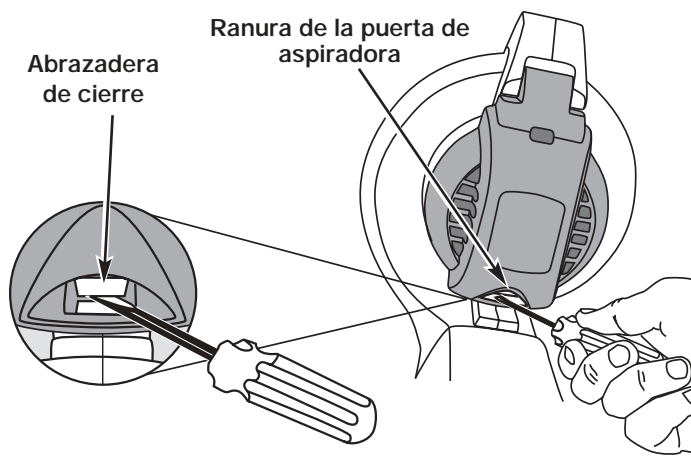

Fig. 4
4. Inserte un destornillador de cabeza plana en la ranura en el extremo inferior de la puerta de la aspiradora. Establezca contacto con la abrazadera de cierre de la puerta de aspiradora y empuje hacia adentro y arriba (Fig. 4). Después tire de la puerta de la aspiradora y manténgala abierta.